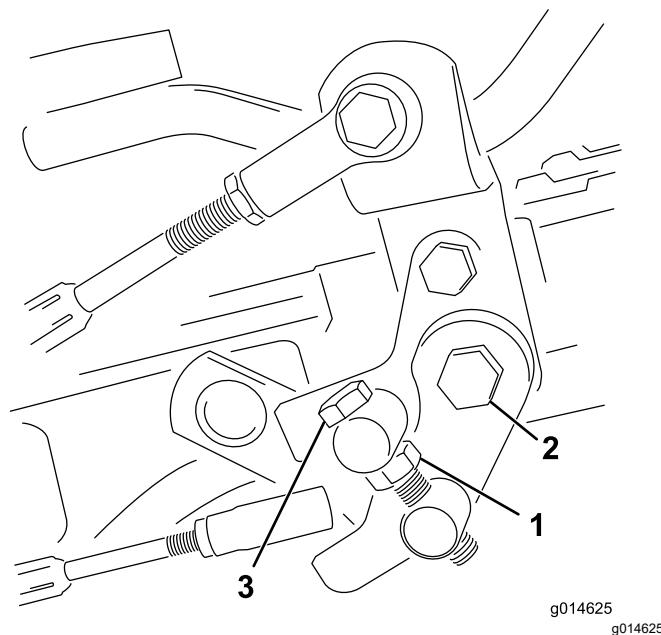

Figura 41
1. Liberte a porca de retenção do parafuso do eixo (Figura 41).
4. Aperte a porca de retenção no parafuso do eixo e a porca na articulação do pedal para bloquear o ajuste (Figura 41). Verifique o ajuste e ajuste se for necessário.